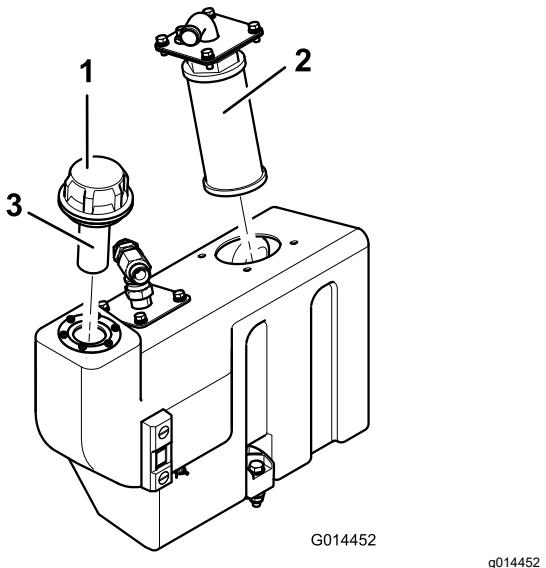

**Figure 88**
3. Placez un bac de vidange sous le réservoir hydraulique, retirez le bouchon de vidange du réservoir et vidangez tout le liquide hydraulique (Figure 88).